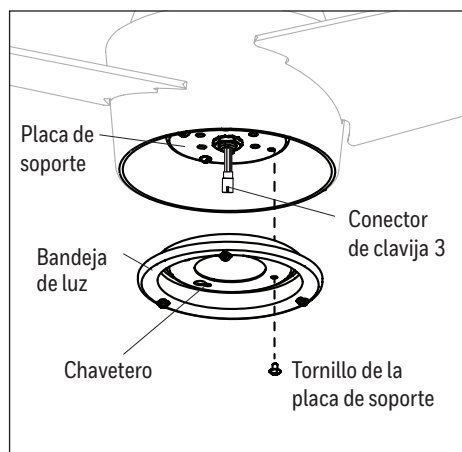

Figura 5.4
4. Retire uno de los cuatro tornillos de la placa de soporte preensamblados a la placa y afloje los otros tres sin retirarlos. Pase el conector de clavija 3 a través del orificio central en la bandeja de luz. Alinee los chaveteros de la bandeja de luz con los tornillos sueltos de la placa de soporte. Gire el bandeja de luz en dirección de las manecillas del reloj y vuelva a colocar el tornillo de la placa de soporte que se retiró anteriormente. Apriete todos los tornillos (Figura 5.4).